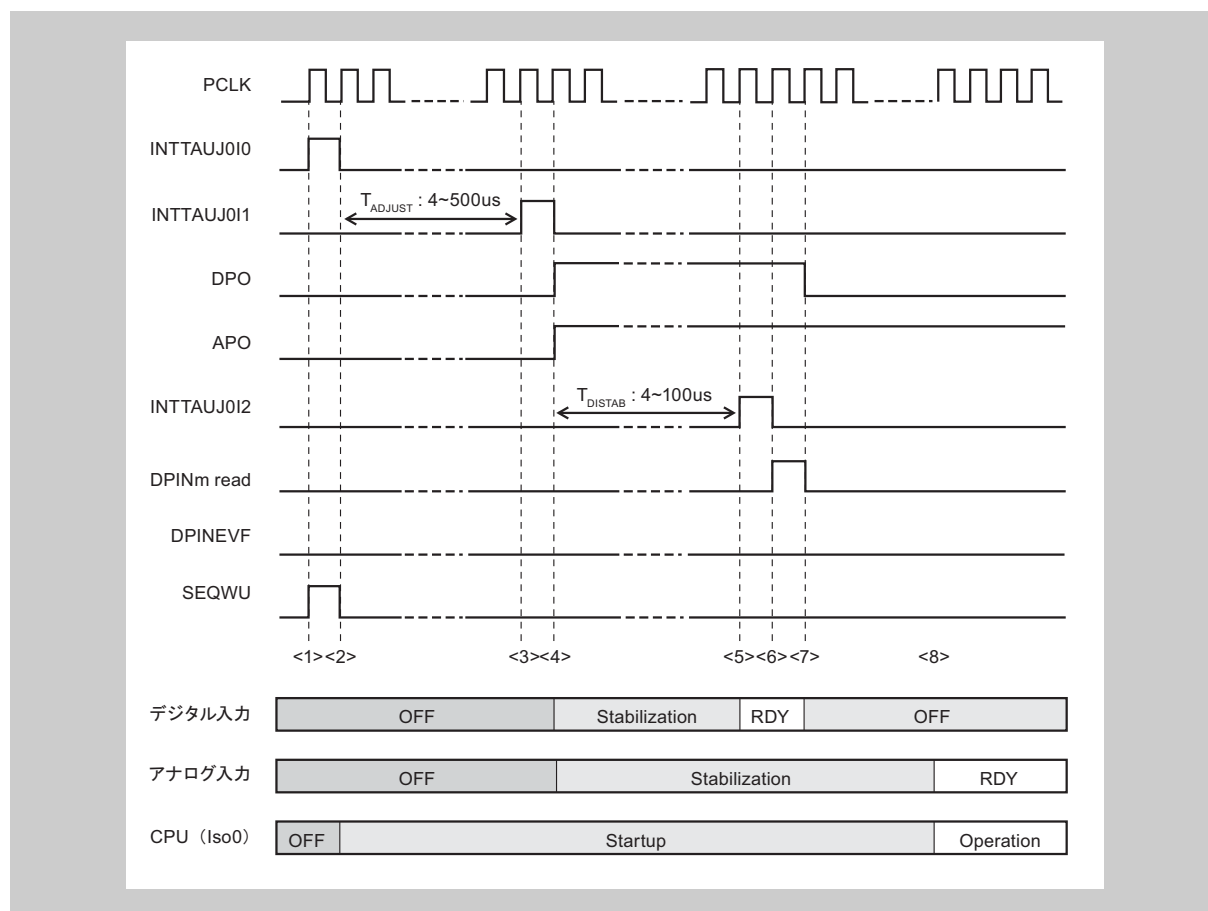

図 8-6 デジタル/アナログ混合モード (DPINm 端子変化なし)
- 図 8-6 デジタル/アナログ混合モード (DPINm 端子変化なし)